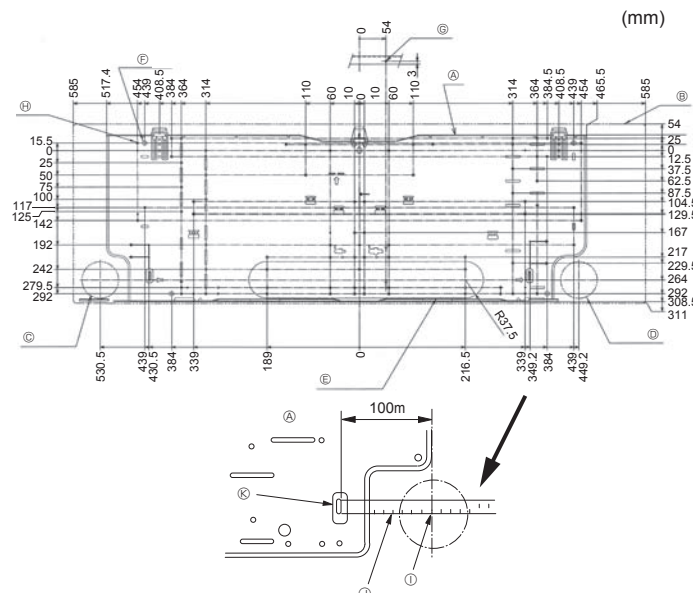

Fig. 3-2
①	Monteringsplade	1	Fastgør på enhedens bagside
②	Pladeskrue 4 x 25	7
③	Filtbånd	2
④	L-formet forbindelsesrør	1
⑤	Påfyldningsmøtrik	1
⑥	Trådløs fjernbetjening	1
⑦	Remocon-holder	1
⑧	Alkaline-batterier (størrelse AAA)	2
⑨	Pladeskrue 3.5 x 16	2
⑩	Afstandsstykke	1	Brug indpakningsmateriale
3.2. Installering af vægbeslaget (Fig. 3-2)